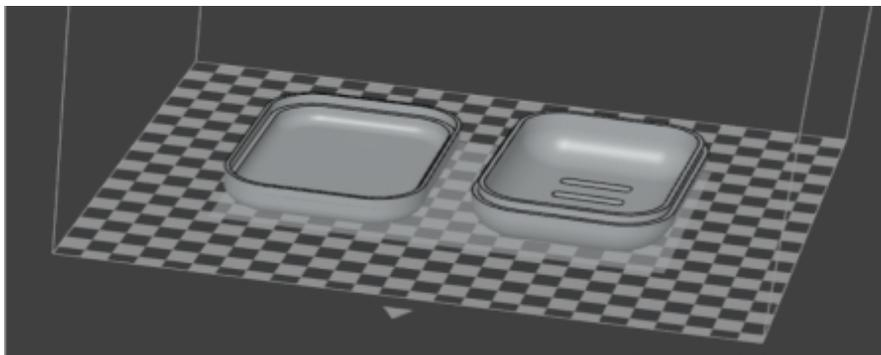

图7-4-29 模型摆放
⑤选择香皂盒底面→“确定”，完成模型的摆放，如图7-4-29所示。